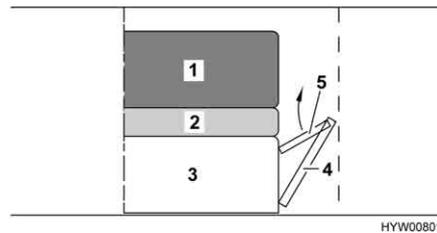

Fig. 51 Durante la trasformazione
- Sollevare la prolunga del cassone letto (Fig. 51,5).